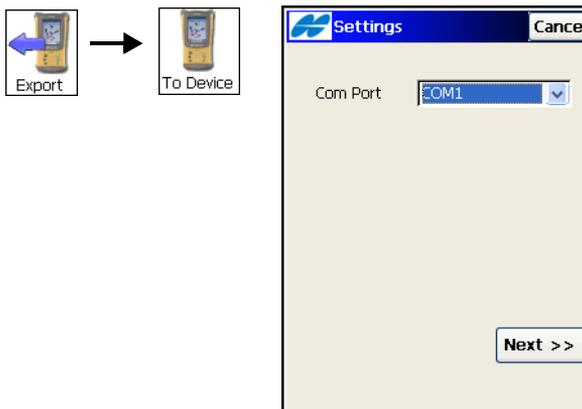

Abbildung 5-26. Import-/Exportoptionen
2. Wählen Sie im Fenster *Import-/Exportoptionen* (Abbildung 5-26) die Verbindungsart im Feld **Com-Port** und tippen Sie auf **Weiter**. Das Fenster *Datei wählen* erscheint (Abbildung 5-26).